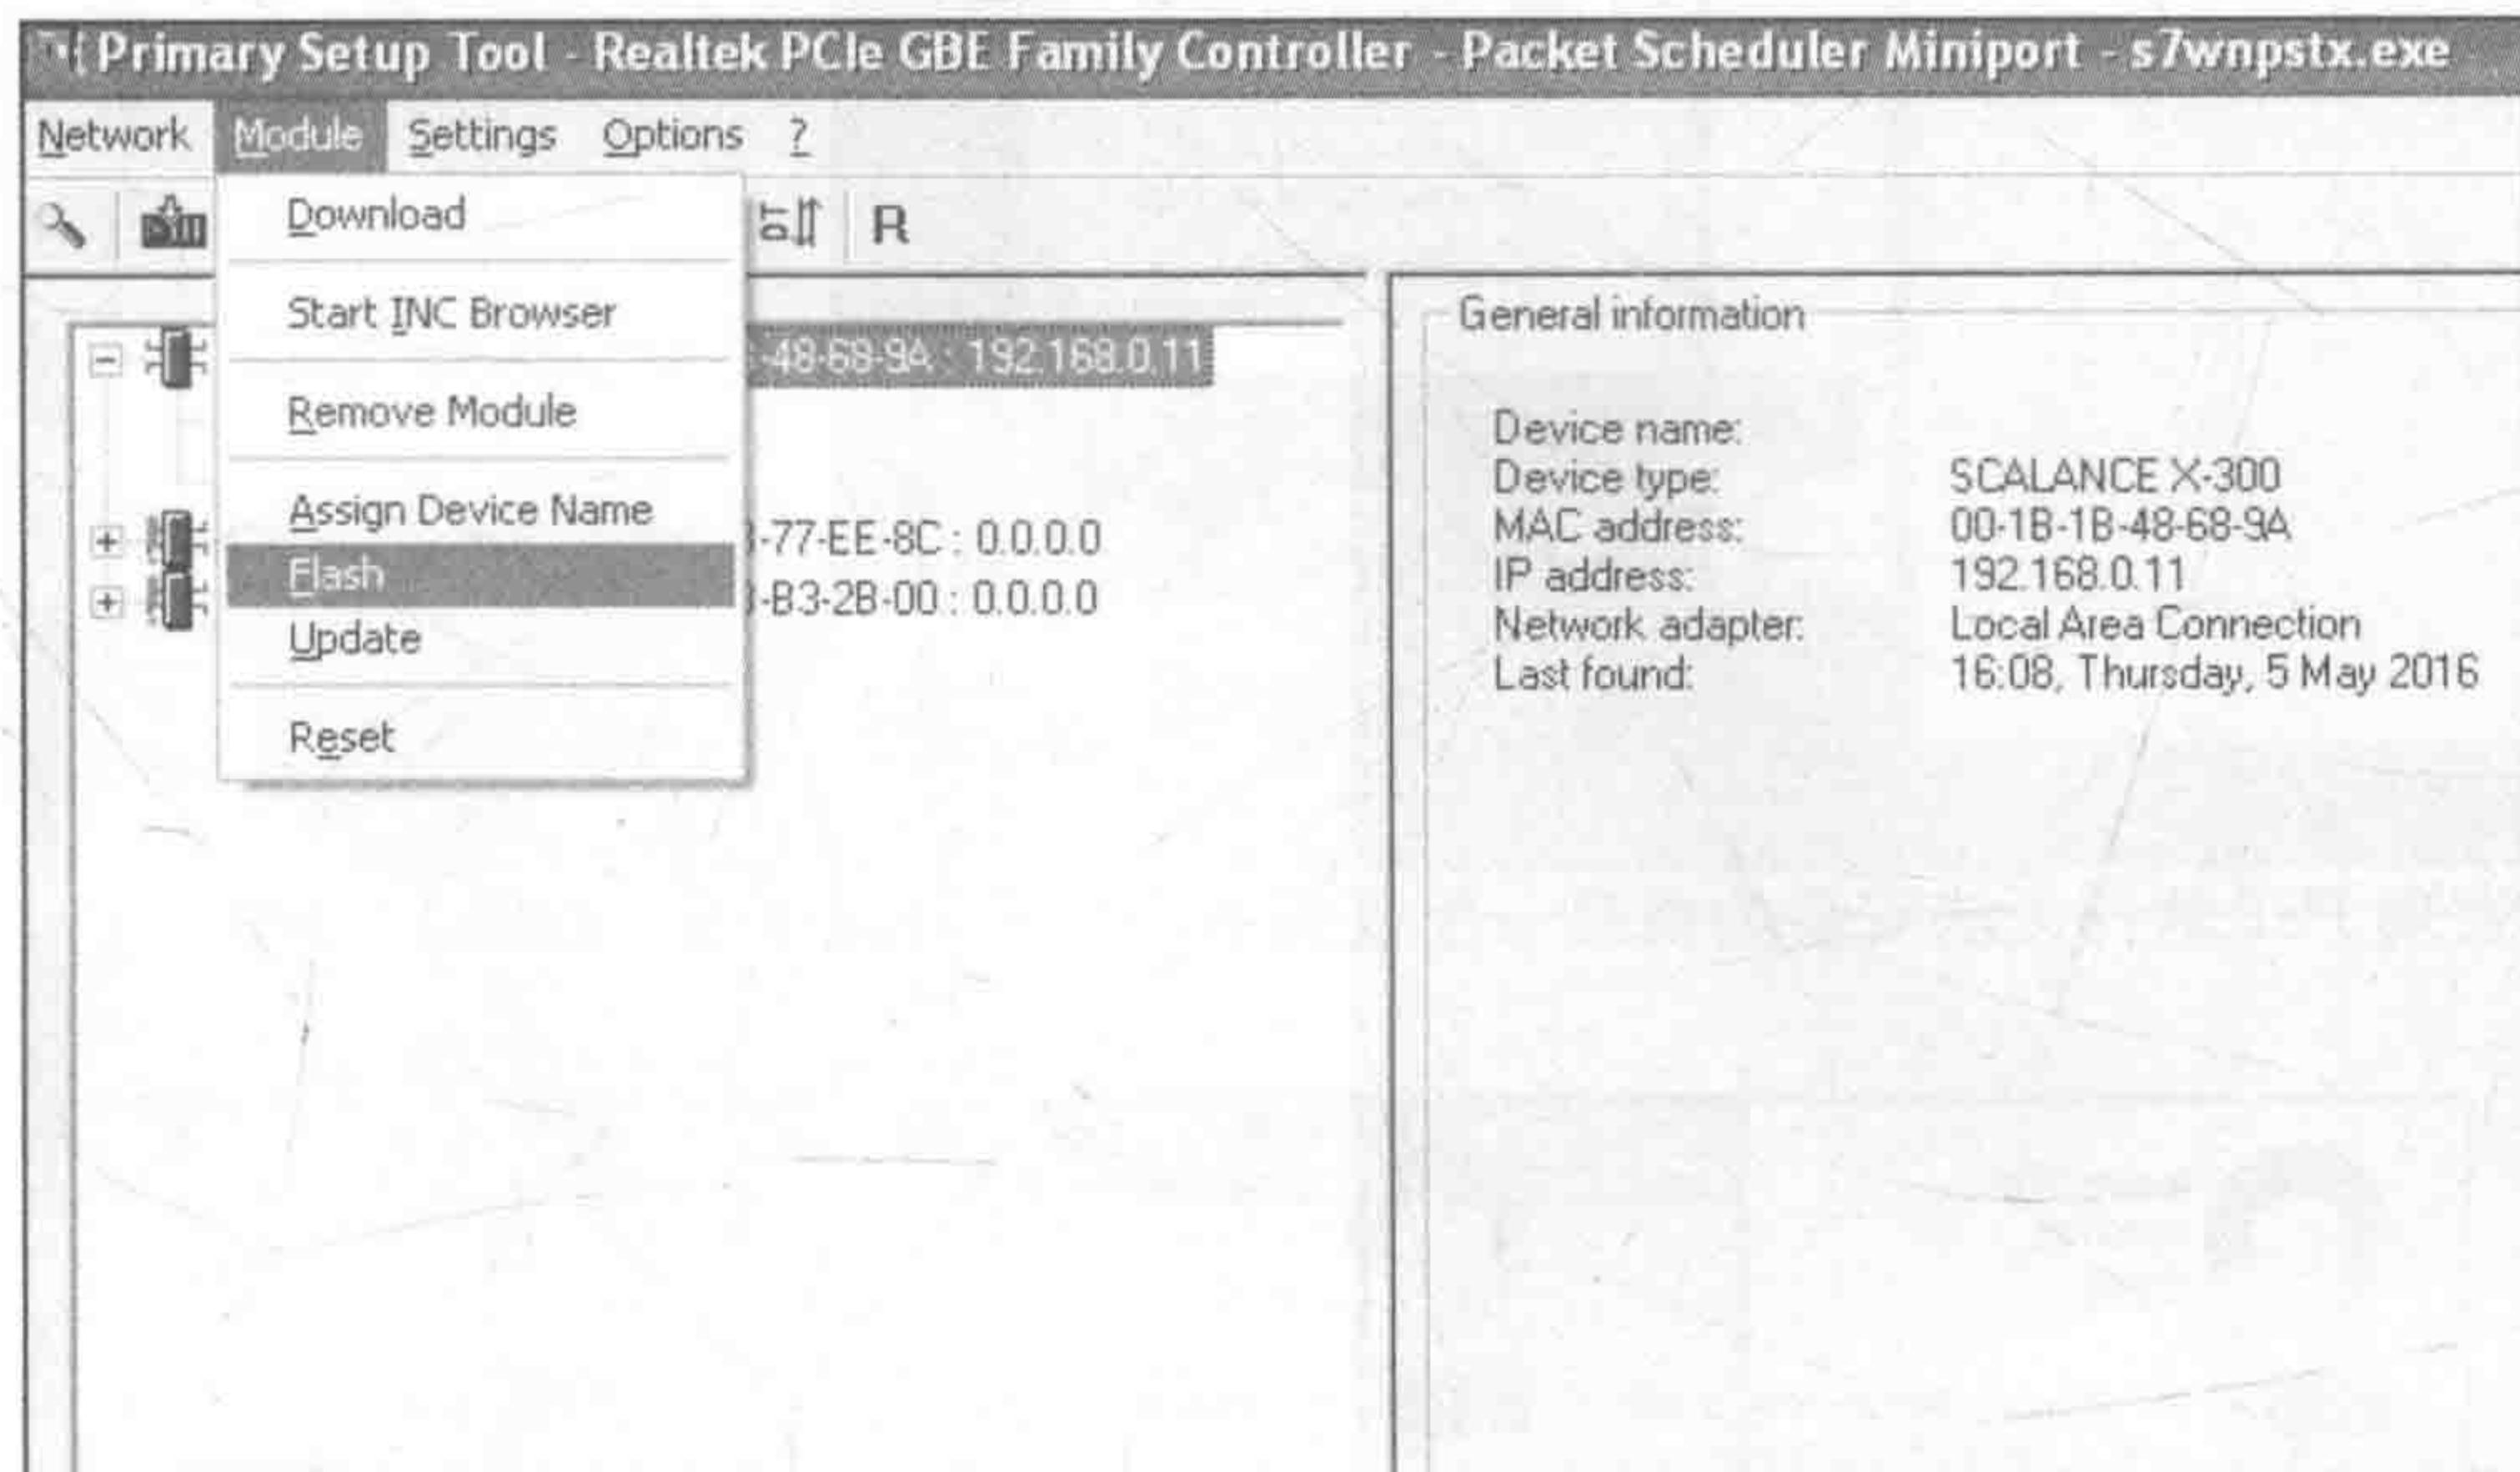

图 1-6 闪烁功能
2) 如有多台设备相互连接，可以基于 MAC 地址判定扫描到的设备与实际哪台设备 (MAC 地址打印于设备表面) 相对应，或运用软件内闪烁 “flash” 功能区分具体设备，如图 1-6 所示。